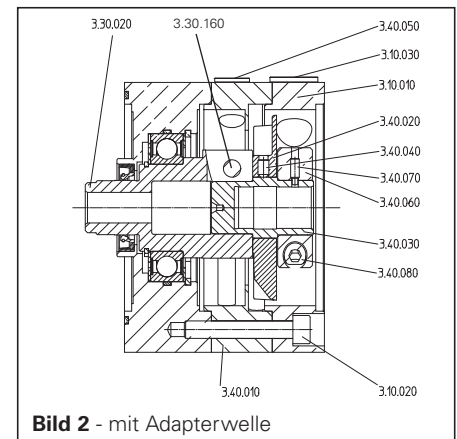

Bild 2 - mit Adapterwelle
2.2 Lüftermontage für Getriebe mit Adapterwelle (Bild 2)